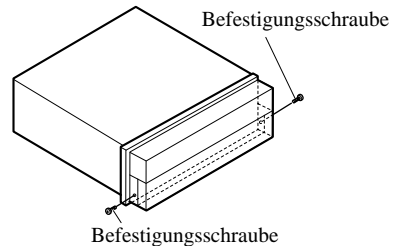

Abb. 16
- Nachdem Sie die Frontplatte abgenommen haben, befestigen Sie sie mit den Befestigungsschrauben an der Einheit. (Abb. 16)